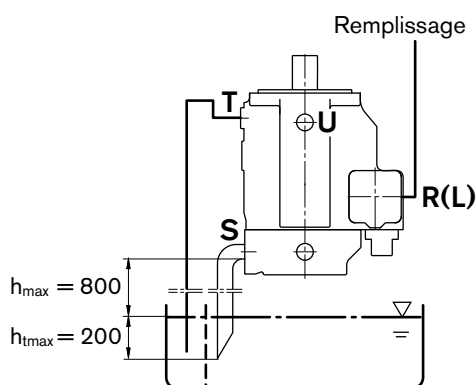

figure 2
a) Si le niveau de fluide minimal est inférieur à la surface du flasque de montage de la pompe : raccords » R/L «, » T « et éventuellement » S « reliés conformément à la figure 2. Voir conditions au point 1.2.